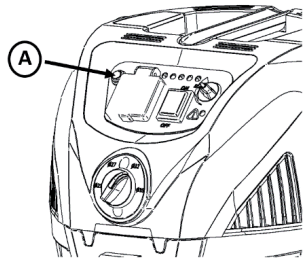

Abb. 19
Die automatische Filterreinigung kann mit dem Schalter (A) auf dem Bedienfeld in Abb. 19 ein- und ausgeschaltet werden. Wenn der Schalter leuchtet, ist die automatische Filterreinigung aktiv.